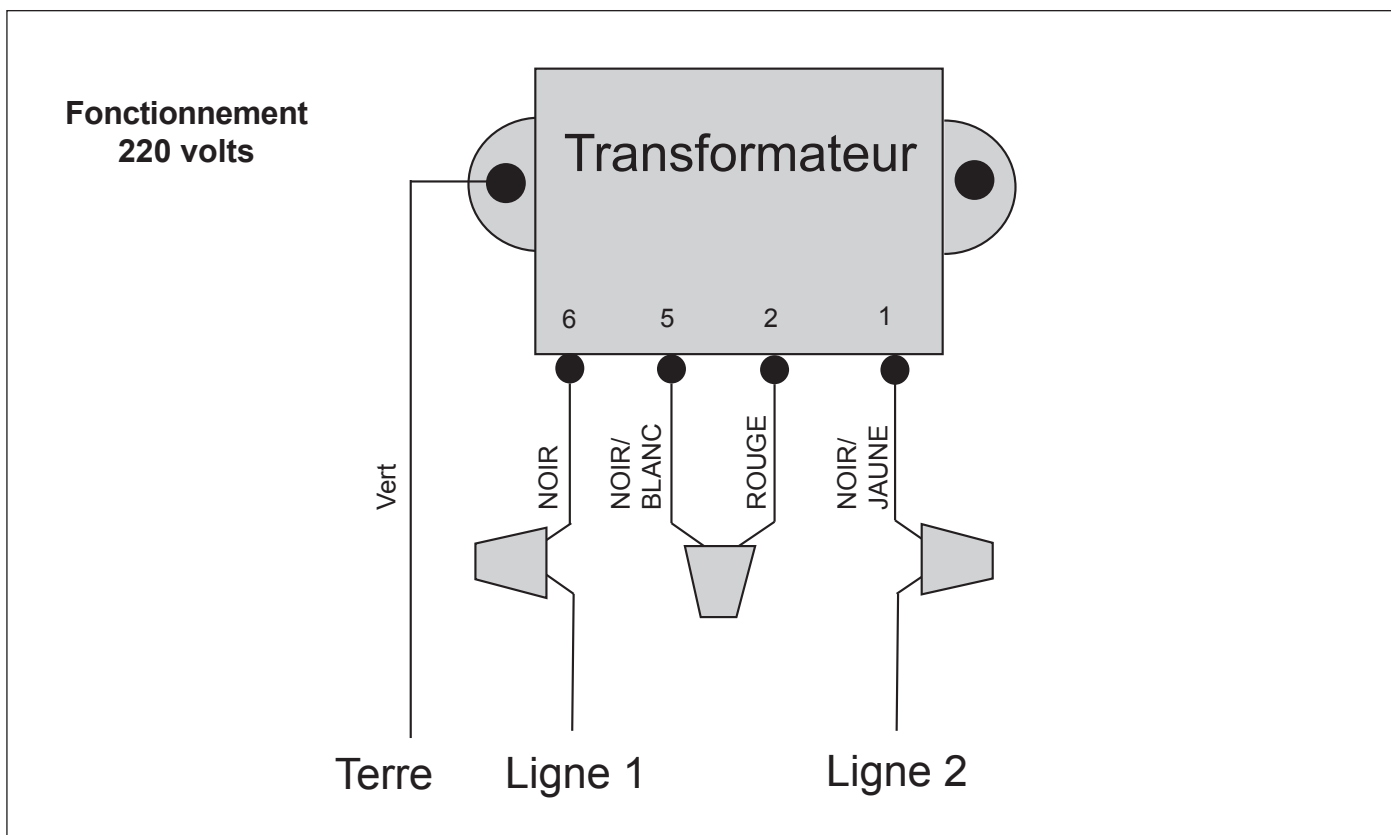

Figure 4. Câblage en usine des modèles K-1100, K-2300 et LEV110CK/2G pour un fonctionnement en 220 volts
Les modèles K-1100, K-2300 et LEV110CK/2G sont câblés en usine pour un service de 220 VCA. Si le service électrique disponible est de 110 VCA, le câblage de l'alimentation doit être changé pour fonctionner sur 110 VCA comme indiqué aux figures 4 et 5.
- Pour un fonctionnement en 220 volts, branchez le fil noir à la ligne 1 et branchez le fil noir à rayure jaune à la ligne 2. Voir la Figure 4.
Reportez-vous aux figures 4 et 5 et procédez comme suit :
1. Coupez le capuchon de raccordement reliant les fils noir/blanc et rouge. Voir la Figure 4.